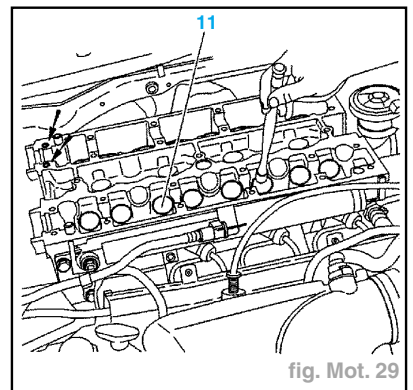

fig. Mot. 29
- Déposer les poussoirs de soupapes (11) ; utiliser une ventouse (exemple : rodoir à soupapes) (fig. Mot. 29).